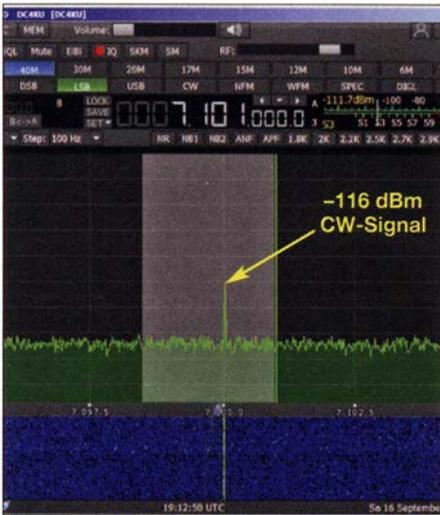
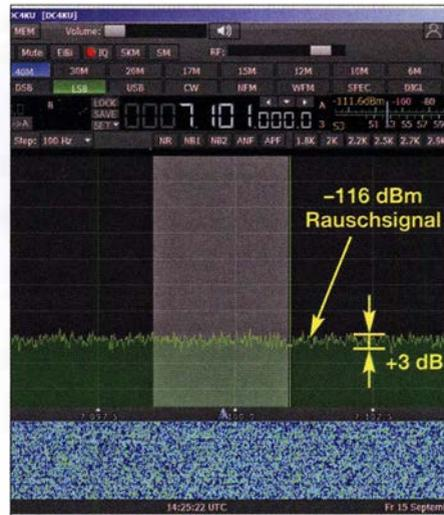

Bild 9: Signal-Rausch-Abstand von 3 dB bei einem HF-Signalpegel $P = -116$ dBm
Bild 10: Rauschanstieg um 3 dB bei einem eingesperrten Rauschpegel $P_{\text{Noise}} = -116$ dBm
Erzeugt ein Einton-HF-Signal (CW) am Lautsprecher Ausgang eines SSB-Empfängers einen Signal-Rausch-Abstand von 3 dB, dann entspricht dessen Pegel dem Grundrauschpegel des Empfängers (Bild 9). Anstelle eines CW- kann man auch ein Rauschsignal verwenden, beide Messungen kommen zum gleichen Ergebnis (Bild 10). Die Empfindlichkeit (engl. *Minimum Detectable Signal*, abgekürzt MDS) eines Empfängers wird in Dezibel pro Milliwatt und Hertz angegeben und entspricht dem Pegel seines Grundrauschens. Zu dessen Ermittlung schaltet man an den NF-Ausgang des Empfängers ein NF-Voltmeter und stellt den Rauschpegel über den Lautstärkeregel auf einen beliebigen Bezugswert ein, z. B. $U_{eff} = 100$ mV. Anschließend wird der Empfänger mit dem
Das Spiel des Mastes nutzten wir, um mit zwei kräftigen passenden Schrauben und Muttern neben den Laschen (rechts in Bild 10) den Mast in dieser Richtung genau
Bild 10: Details der Unterkonstruktion; an der Spitze der Dreiecksplatte sieht man – nach dem Aufrichten – die Verschraubung mittels M12-Schraube in der Unterplatte. Rechts sieht man den Gewindestab, der das Kippen des Mastes erlaubt.
senkrecht zu stellen und spielfrei zu verspannen. Die Schrauben wurden nach dem Mastaufbau lose eingesetzt und verspannt. Mit der Schraube in der anderen Richtung gelang es, auch diese genau in die Senkrechte zu bringen, sodass der Mast nun wirklich exakt senkrecht steht. Die in Bild 10 erkennbaren Muttern beidseitig der Oberplatte dienen der waagerechten Justierung des Mastes.